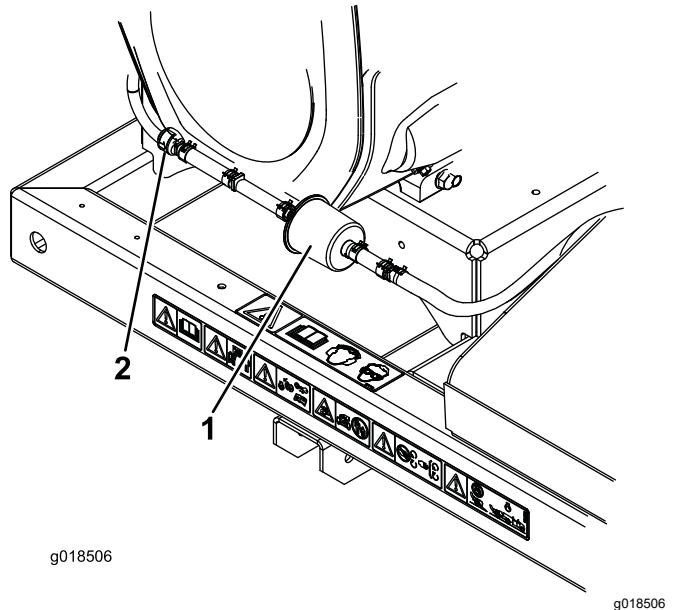

Bild 39
2. Schieben Sie die gefederten Schlauchklemmen an beiden Seiten des Aktivkohlefilters der Entleerungsleitung vom Filter weg (Bild 39).
3. Entfernen und werfen Sie den Aktivkohlefilter weg (Bild 39).
4. Setzen Sie einen neuen Filter in den Schlauch ein; der Pfeil am Filter sollte zum Sperrventil zeigen; befestigen Sie ihn mit den Schlauchklemmen (Bild 39).